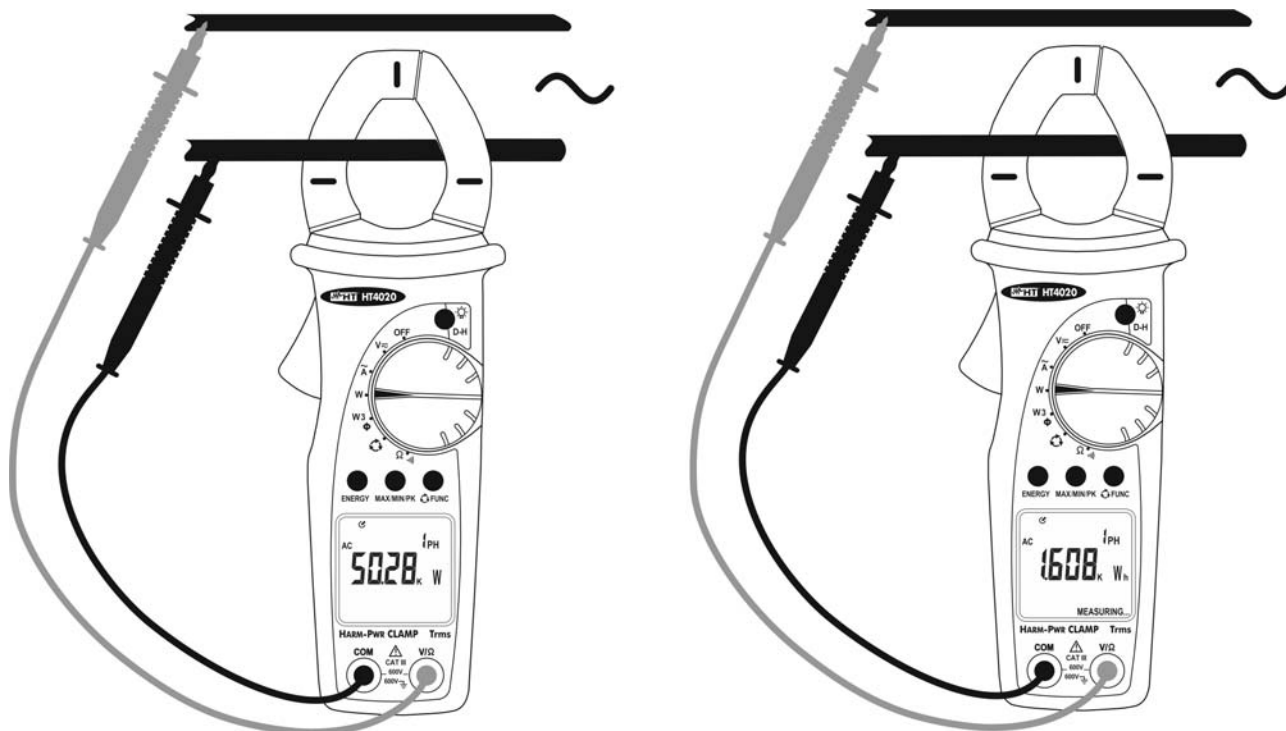

Fig. 11: Uso dello strumento per misure di potenza ed energia in un sistema monofase
2. Aprire il toroide ed inserire il cavo al centro del medesimo (vedere § 4.1.2 e Fig. 11)
4. Posizionare i puntali nei punti desiderati del circuito in esame (vedere Fig. 11). Il valore della potenza attiva (espressa in kW) è mostrato a display
8. Per avviare la misura di energia premere il tasto **ENERGY**. Il contatore si attiva e il messaggio "**MEASURING**" appare nella parte bassa del display (vedere Fig. 11). Per arrestare la misura di energia premere nuovamente il tasto **ENERGY**, il messaggio "**MEASURING**" scompare dal display
8. Per avviare la misura di energia premere il tasto **ENERGY**. Il contatore si attiva e il messaggio **"MEASURING"** appare nella parte bassa del display (vedere Fig. 11). Per arrestare la misura di energia premere nuovamente il tasto **ENERGY**, il messaggio **"MEASURING"** scompare dal display